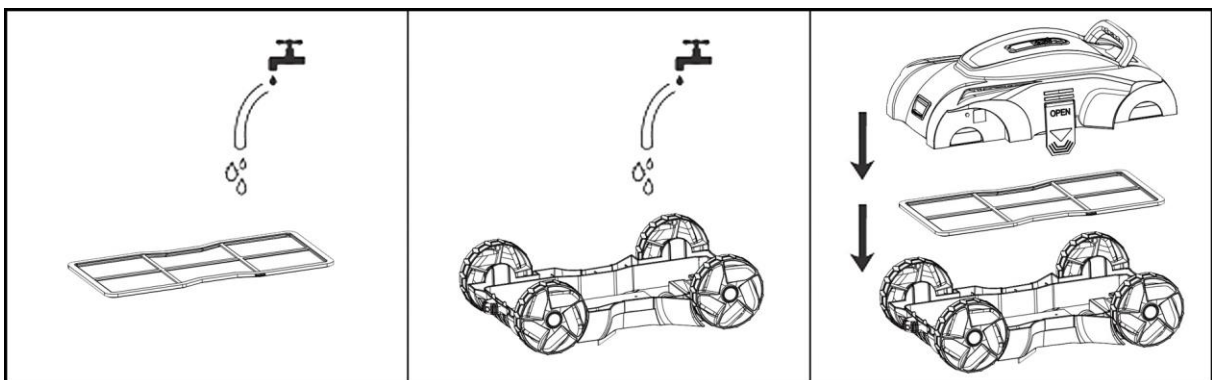

Fig. 6
- Rimuovere tutta la sporcizia e l'acqua dall'interno dell'unità (Fig. 6).
- Montare il dispositivo in ordine inverso per riportarlo in stato di pronto funzionamento (Fig. 6).